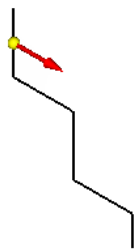

图 5.8.42 定义材料方向
(3) 定义材料厚度及方向。在“轮廓弯边”命令条中的 **厚度** 文本框中输入值 1.0，并按 Enter 键；并将材料加厚方向调整至图 5.8.42 所示的位置后，单击鼠标左键。
(4) 轮廓弯边的延伸量及方向。在命令条中单击“延伸步骤”按钮 ；在 **距离** 文本框中输入距离值 40，并按 Enter 键，单击“对称延伸”按钮 。
(5) 定义轮廓弯边属性及参数。单击“轮廓弯边选项”按钮 ，取消选中 ☐ 使用默认值 (U)* 复选框，在其 **折弯半径 (R)** 文本框输入值 3.0，单击 **确定** 按钮。
(6) 单击 **完成** 按钮，完成特征的创建。